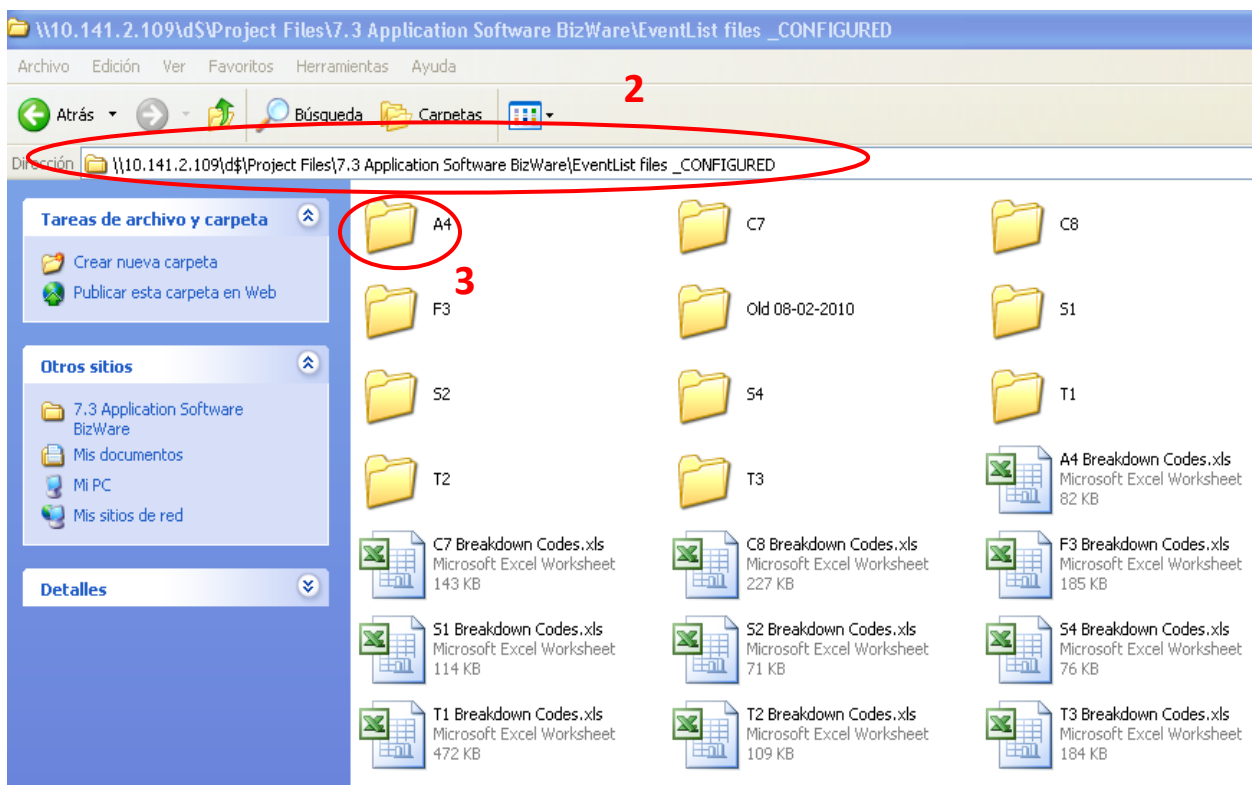

Imagen 7
2. - Nos aparecerá un listado de carpetas con todas las líneas de producción disponibles **(Imagen 7)**.
3. - Hacemos doble clic en la línea que nos interese modificar el motivo de paro o evento, por ejemplo en la línea A4 **(Imagen 7)**.